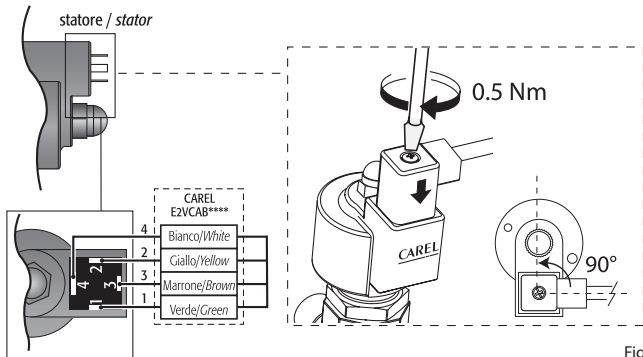

Fig. 3
7. Collegare il connettore già cablato al motore passo passo nel relativo alloggiamento e serrare la vite con una coppia di 0,5 Nm seguendo le indicazioni in Fig. 3. Collegare a questo punto l'estremità quadrupolare del cavo nei relativi morsetti del Driver CAREL EVD*** o relativo controllo omologato CAREL ed impostare i parametri secondo il set riportato nella tabella sottostante.
7. connect the pre-wired connector to the socket on the stepper motor and tighten the screw, applying a force of 0.5Nm, following the indications in Fig. 3. Then connect the four-pin end of the cable to the corresponding terminals on the CAREL EVD*** driver or other approved CAREL controller, and set the parameters as shown in the table below.
- brancher le connecteur déjà câblé au moteur pas pas sur son emplacement et serrer la vis avec un couple de 0,5 Nm en suivant les indications en Fig. 3. Connecter alors l'extrémité quadripolaire du câble aux bornes correspondantes du Driver CAREL EVD** ou au contrôleur homologué CAREL correspondant et configurer les paramètres selon le point de consigne repris sur le tableau ci-dessous.